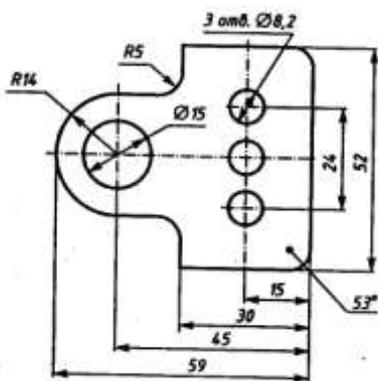

Рисунок 43
6. С помощью параллельных вспомогательных прямых по команде Ввод вспомогательной параллельной прямой на панели инструментов строим каркас нашей детали (оранжевый цвет) относительно прямых, полученных на рис. 43, по размерам, указанным на рис. 55. Параметры для параллельных прямых вводим в окне **ds** «строки параметров» по команде <Alt>+<s>.
10. По команде Удалить ⇨ Вспомогательные кривые и точки на панели управления удаляем вспомогательные прямые на эскизе. Проставляем размеры на эскизе, эскиз подвески готов (см. рис. 43).